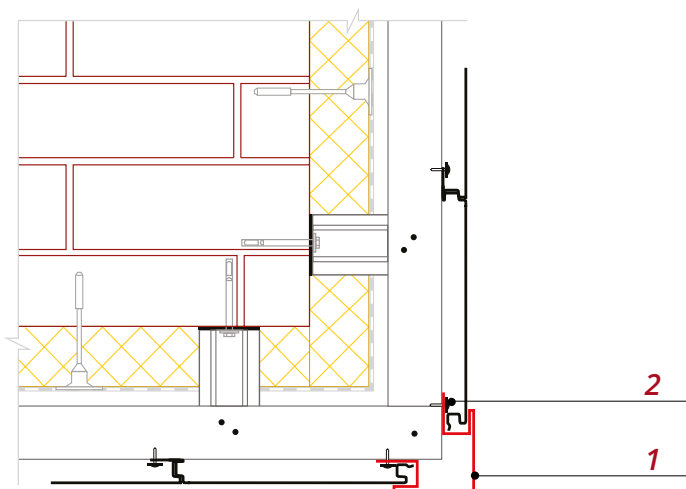

Рис. 8
■ Закрепите Планку угла внешнего **1** к крепежному профилю **2**, предварительно выставив ее по уровню (рис. 8).